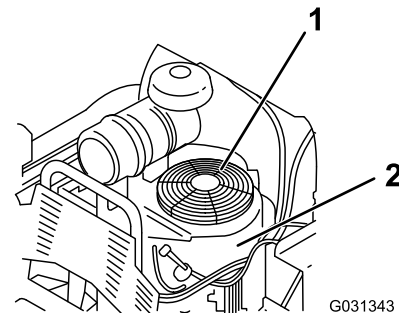

Figura 61
3. Retire la rejilla de entrada de aire y la carcasa del ventilador (Figura 61).
5. Instale la rejilla de entrada de aire y la carcasa del ventilador (Figura 61).